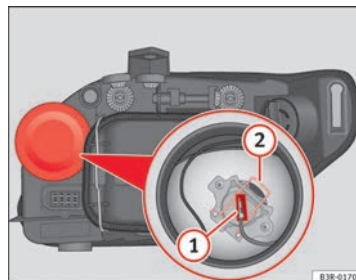

Abb. 206 Fernlicht
- Ziehen Sie den Stecker → Abb. 206 **1** von der Lampe ab.
- Die Haltefeder → Abb. 206 **2** durch Eindrücken und Rechtsdrehung abnehmen.